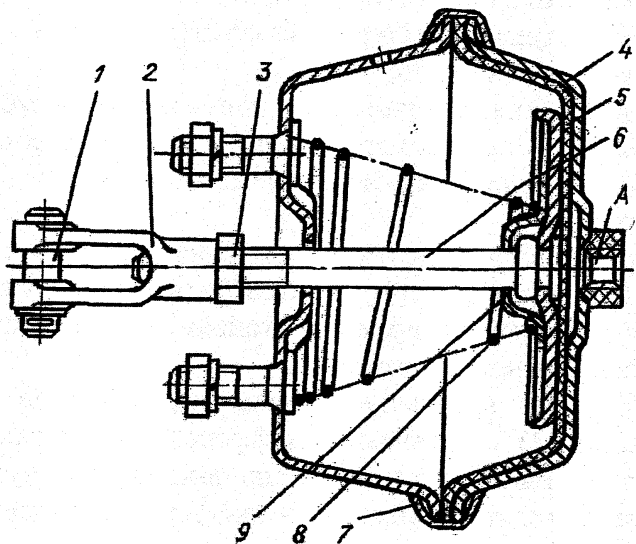

Рис.38. Камера тормозная передняя:
34. Соединить вилки штоков тормозных цилиндров с регулировочными рычагами при помощи пальцев, после чего пальцы вилок зашплинтовать. Вилка 2 (рис. 38) должна быть накручена на шток 6 таким обра-
Устройство тормозной камеры колес передней оси показано на рис.38.
Снятие и разборка. Для снятия камеры отсоединить шланг подвода воздуха, расшплинтовать и вынуть палец 1 (см. рис.38), отвернуть гайки крепления тормозной камеры к кронштейну и снять камеру.
При заполнении воздухом тормозной камеры через вывод А (см. рис.38) шток 6 должен выдвигаться, а при выпуске воздуха - четко возвра-